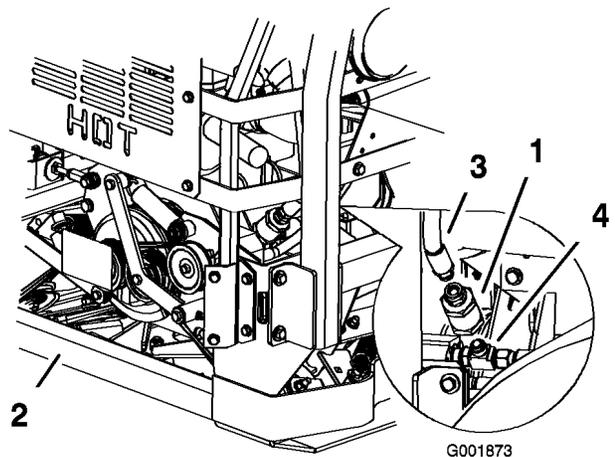

Figure 73
1. Placez un bac de vidange sous le filtre puis débranchez le flexible hydraulique du filtre (Figure 73).
2. Déposez le filtre hydraulique du ventilateur de refroidissement du raccord en T au bas du filtre (Figure 73).
3. Montez le filtre sur le raccord en T en bas et sur le flexible hydraulique en haut (Figure 73).